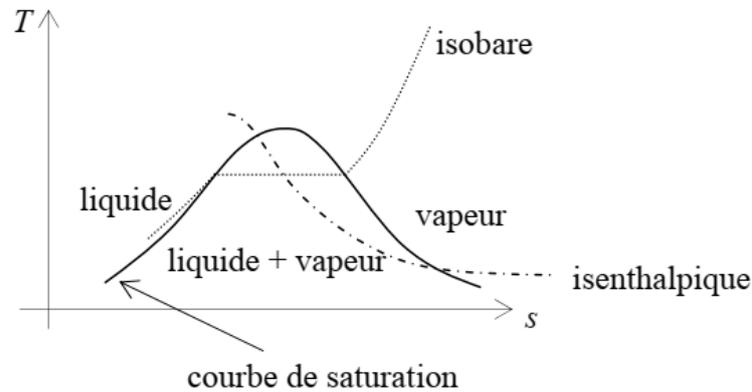

Figure 6 : diagramme entropique
**3.2/** On utilise le diagramme entropique de l'eau dans lequel la température est placée en ordonnée et l'entropie massique en abscisse (figure 6).